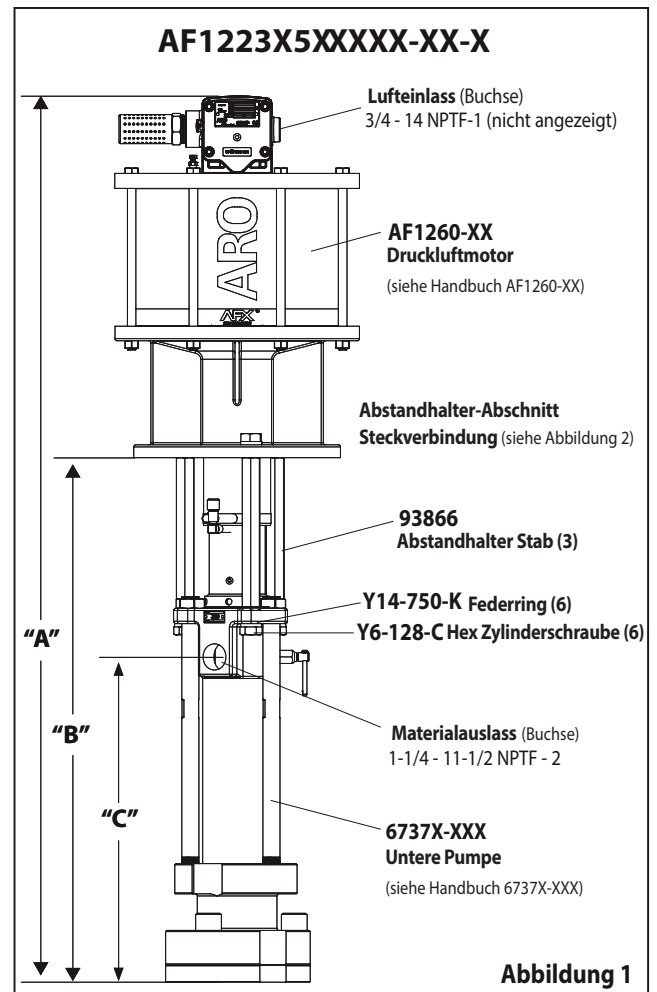

Abbildung 1
2. Entfernen Sie drei Zylinderschrauben (Y6-128-C) und (Y14-750-K)-Sperr-Unterlegscheiben aus den drei Abstandshalter-Stäbe (siehe Abbildung 1).